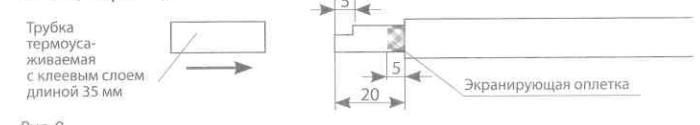

Рис. 9
5.2.2. Срезать конец нагревательной ленты ступенькой. Надеть до экранирующей оплетки термоусаживаемую трубку с клеевым слоем длиной 35 мм (см. рис. 9).